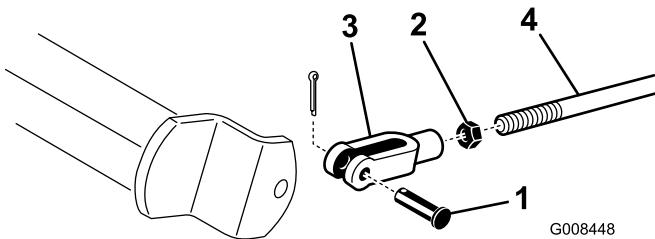

Рисунок 46
- Если тормоза блокируются неравномерно, отсоедините тяги тормозов, сняв шплинт и штифт с головкой (Рисунок 46).
- Ослабьте зажимную гайку и отрегулируйте вилку должным образом (Рисунок 46).
- Присоедините вилку к тормозному валу (Рисунок 46).